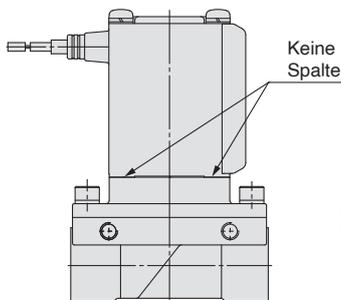
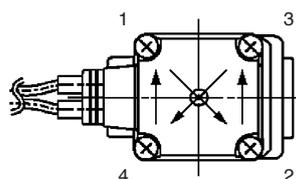

Abb. 1
Abb. 2
- 3) Drücken Sie die Spulenbaugruppe gegen das Gehäuse und ziehen Sie die Befestigungsschrauben mindestens zwei Umdrehungen diagonal an (Abb. 2), so dass keine Lücken zwischen Magnetspule und Gehäuse vorhanden sind (Abb. 1). Korrektes Anzugsdrehmoment: 0,7 N·m
* Vergewissern Sie sich nach dem Festziehen der Befestigungsschrauben, dass zwischen Magnetspule und Gehäuse kein Spalt vorhanden ist (Abb. 1).